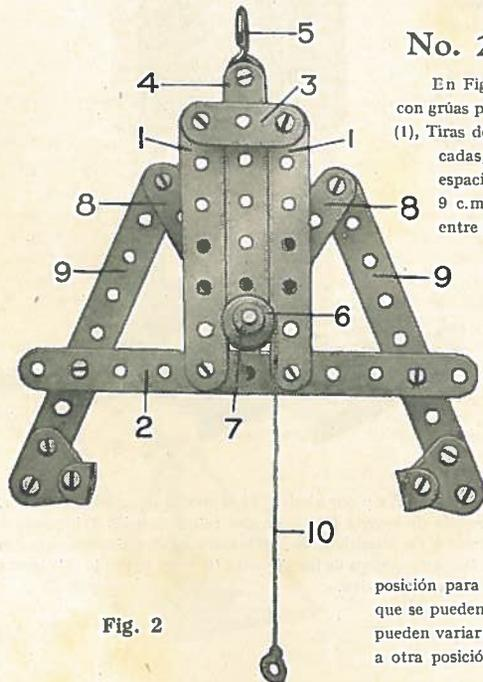

Fig. 2
En Fig. 2 se ven unas Tenazas de Fricción para usar con grúas para poner bloques al suelo. Las Tiras de 9 c.m. (1), Tiras de 14 c.m. (2) y Tiras de 38 m.m. (3) son duplicadas, y los dos lados del armazon así formado, son espaciados por medio de Arandelas. Dos Tiras de 9 c.m. (4) empinadas en un garfio (5) se deslizan entre las Tiras (3), y son guiadas por medio de dos Poleas flojas de 12 m.m. (6) que son tenidas en posición, una en cada lado de las Tiras, por medio de Collares (7). Las extremidades de dos Tiras de 6 c.m. (8) son montadas sueltamente en el eje de las Poleas, y se conectan a sus extremidades exteriores, mediante pernos y contratuercas, a Tiras de 11½ c.m. (9), que pueden girar libremente acerca de pernos en las Tiras (2). Una cuerda (10) pasa por una de las Poleas de 12 m.m. (6), y se fija a las Tiras (2). Cuando la cuerda se tira, las tenazas se abren de manera que quedan a los lados del bloque en posición para ser elevado. Las dimensiones de los bloques que se pueden elevar tienen sus límites, pero estos límites se pueden variar por medio de mover los pivotes de las Tiras (9) a otra posición en las Tiras transversas (2).